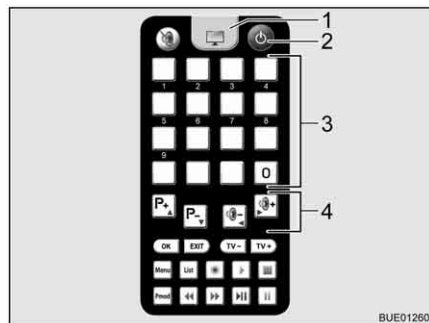

Bild 24 Fjärrstyrning TV-apparat
- Tryck på knappen "⏻" (Bild 24,2) på fjärrstyrningen till TV-apparaten. Systemet växlar till sökläge. En konstant signal ljuder.
- Tryck på TV-knappen (Bild 24,1) på fjärrstyrningen till TV-apparaten för att koppla om till TV-mottagning. Signalen tystnar. En bild visas på skärmen.
- Ställ in den önskade sändaren via lagringsknapparna (Bild 24,3) eller funktionsknapparna (Bild 24,4) på fjärrstyrningen till TV-apparaten.